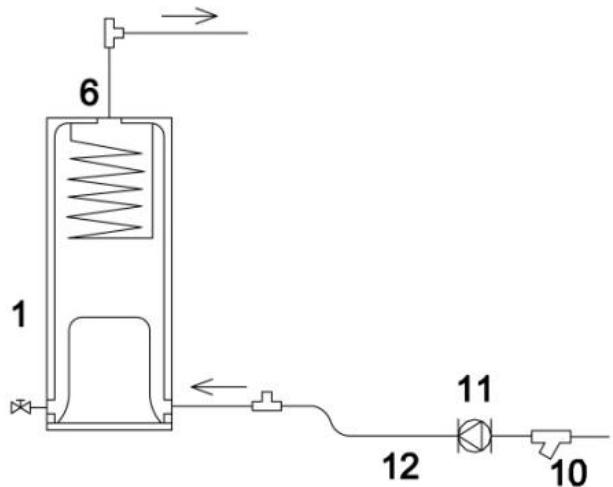

Рис. 17
1. Установка циркуляционного насоса. (Рис.17)